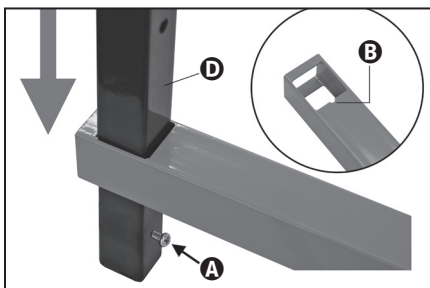

Figure 1
1. Prenez la partie inférieure de la longue barre verticale. Repérez le trou de vis percé à 13 mm (1/2 po.) en partant du bas. Insérez une vis **A**. Prenez la partie inférieure de la barre horizontale orange. Repérez la petite encoche **B** (voir photo encadrée). Glissez la barre orange le long de la barre verticale en la faisant coulisser en partant du haut jusqu'à ce qu'elle soit immobilisée contre la vis. Figure 1.